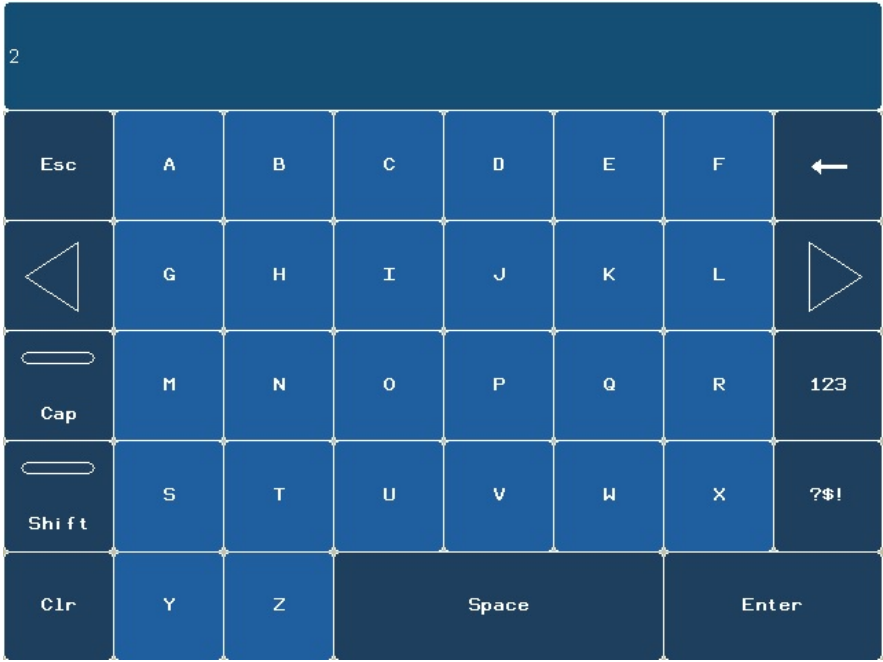

Рисунок 28 – Экранная клавиатура. Страница ввода латинских букв.
поле ШОИТ N () открывает экранную клавиатуру (рисунок 28),
- кнопка перехода на страницу ввода латинских букв (рисунок 28);